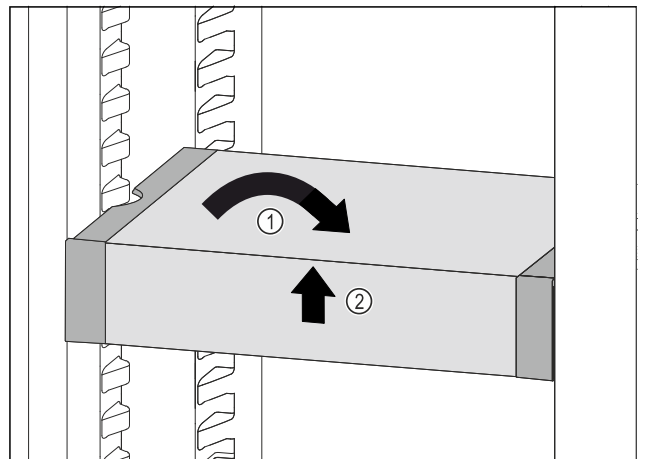

Fig. 106
- ▶ VarioSafe gerade stellen. Fig. 106 (1)
- ▶ VarioSafe vorne anheben. Fig. 106 (2)